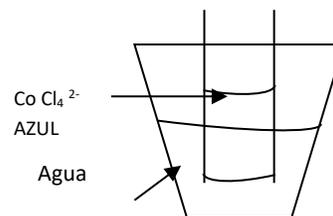

Fig 3
- El complejo rosa tiene menor contenido energético ya que para pasar al azul debe suministrarse calor (fig. 3)